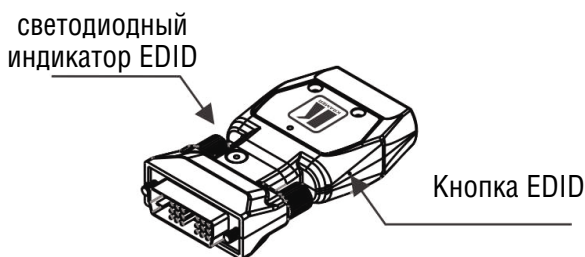

Рис. 1. Кнопка для автоматического получения данных EDID на 616T
3. Нажмите кнопку EDID (как это показано на рис. 1) с помощью тонкой отвертки.